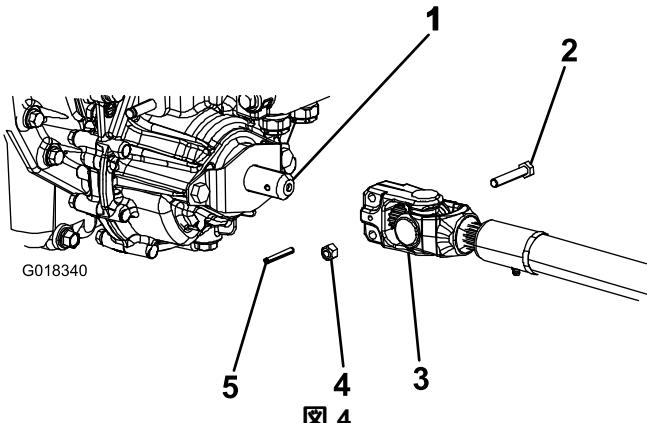

図 4
3. PTO 駆動シャフトを機体前部の下に置く。駆動シャフトのスリップシャフトヨーク図 4 がトランスマッisionのPTOシャフトを向いていることを確認する。